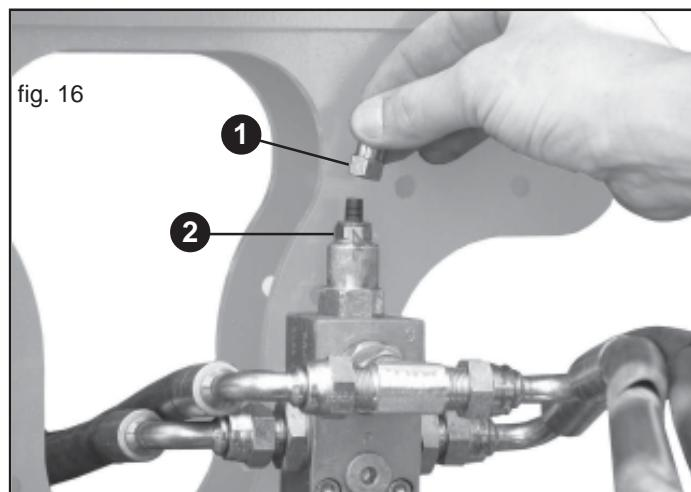

fig. 16
Die ölhdraulische Anlage der Seitenrahmen ist mit einem Ventil (Abb. 16) ausgestattet, das auf der Basis der Gerätabmessungen auf den von der Anlage ausübbaren Höchstdruck geeicht ist:
- 2) Die Kappe des Ventils (1, Abb. 16) abschrauben und die Mutter (2) lockern.
- 5) Nach erfolgter Einstellung die Mutter (2, Abb. 16) wieder festziehen und die Kappe auf dem Ventil (1) anbringen.